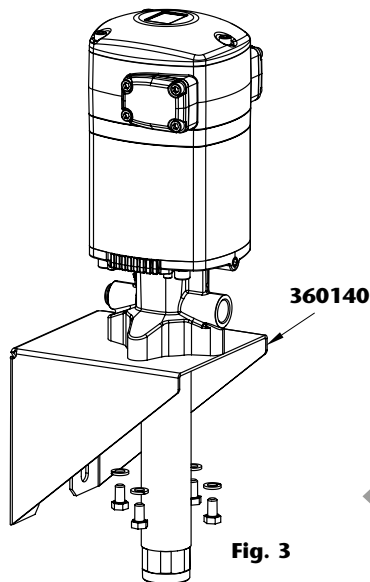

Fig. 3
- Montaje mural con tornillos. Inserte la bomba por el soporte 360140 y fíjela con 4 tornillos M8 (fig. 3).